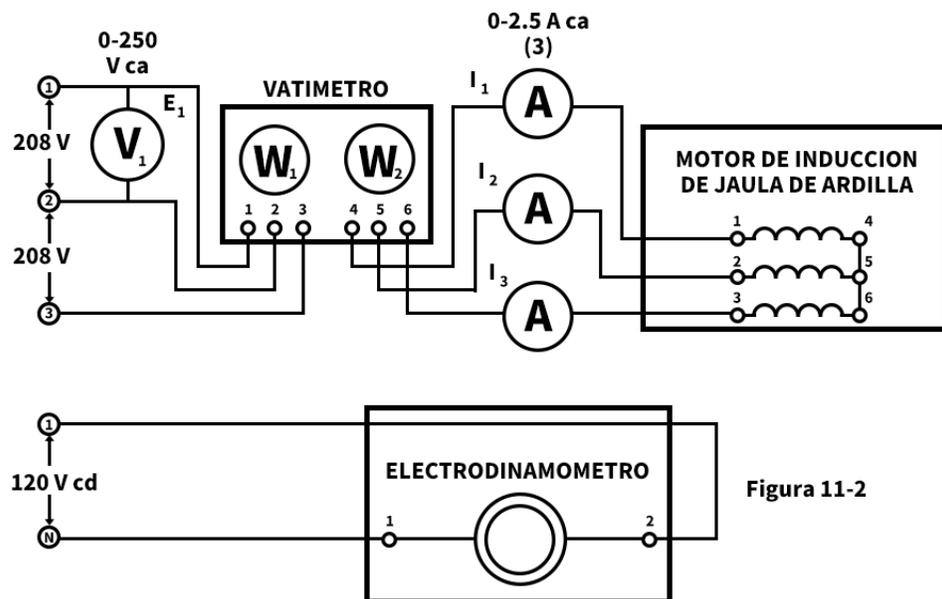

Figura 11-2
7. a) Conecte el circuito que aparece en la Figura 11-2. Observe que se utiliza la salida trifásica fija de la fuente de alimentación, terminales 1, 2 y 3.